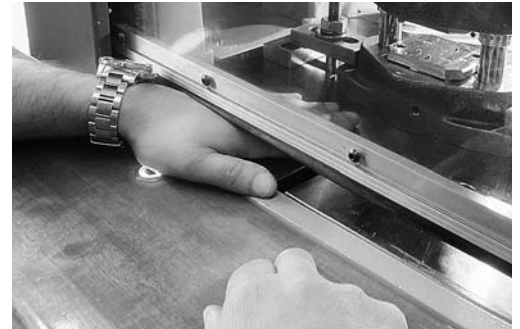

Fig. 5: schermo di protezione mobile con barra sensibile. Protegge mani e dita dallo schiacciamento.
- schermo mobile interbloccato senza ritenuta (fig. 5)